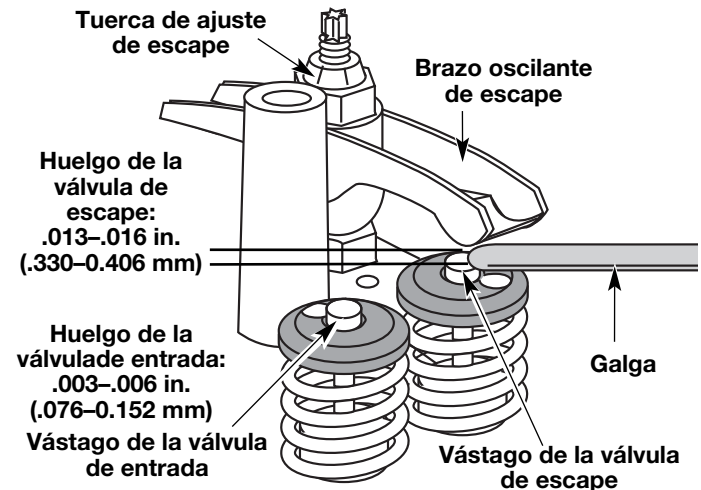

Fig. 38
- a. Gire la tuerca de ajuste con una llave de 5/16 pulgadas (8 mm) o una guía de tuercas (Fig. 38).